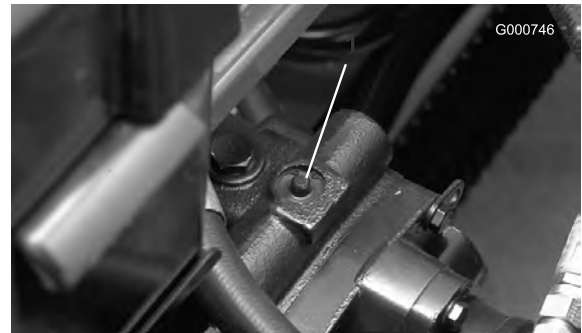

Figura 38
1. La valvola di bypass si trova sopra la pompa a portata variabile (Figura 38). Girate la valvola di 90° in qualsiasi direzione per aprirla e consentire all'olio di bypassare internamente. Dal momento che il fluido viene bypassato, potete spostare lentamente la macchina senza danneggiare la trasmissione.